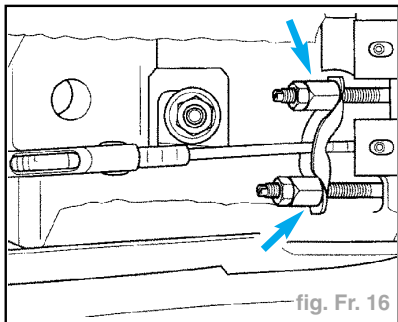

fig. Fr. 16
- Serrer les écrous de réglage (flèches) jusqu'à ce que les deux roues ne puissent être tournées que difficilement à la main (fig. Fr. 16).